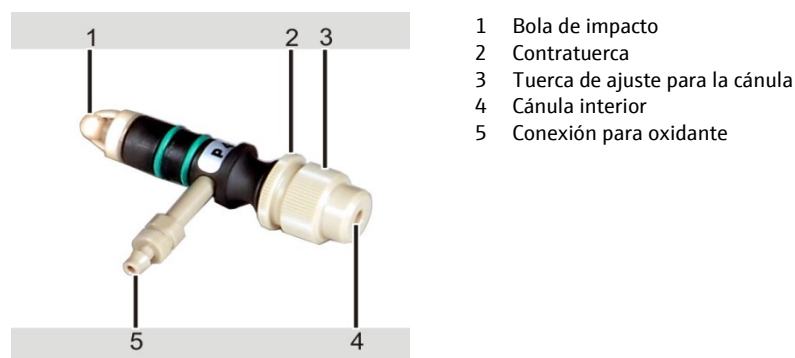

Fig. 58 Piezas individuales del pulverizador
- Suelte la contratuerca (2 en Fig. 58).
- Ajuste la profundidad de la cánula con ayuda de la tuerca de ajuste (3 en Fig. 58).
Al finalizar el proceso de ajuste, fije el ajuste con la contratuerca (2 en Fig. 58).